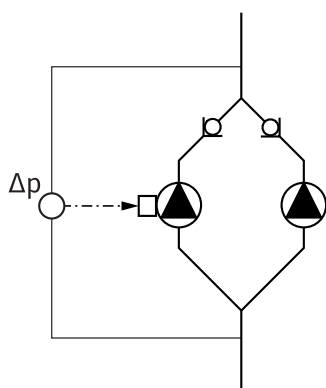

Fig. 13: Παράδειγμα, σύνδεση αισθητηρίου διαφορικής πίεσης
- Στο παράδειγμα Fig. 13 η κύρια αντλία είναι η αριστερή αντλία στην κατεύθυνση ροής. Σε αυτήν την αντλία πρέπει να συνδέσετε το αισθητήριο διαφορικής πίεσης.
Τα σημεία μέτρησης του αισθητηρίου διαφορικής πίεσης της κύριας αντλίας πρέπει να είναι στον εκάστοτε συγκεντρωτικό σωλήνα στην πλευρά αναρρόφησης και κατάθλιψης της εγκατάστασης διπλής αντλίας (Fig. 13).